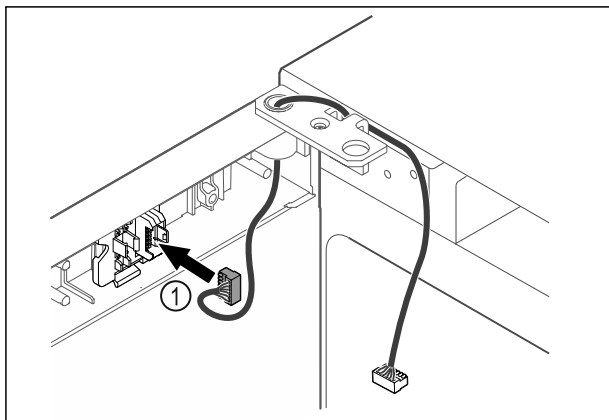

Fig. 64
- ▶ Įkiškite kištuką Fig. 64 (1) į kištuko laikiklį.